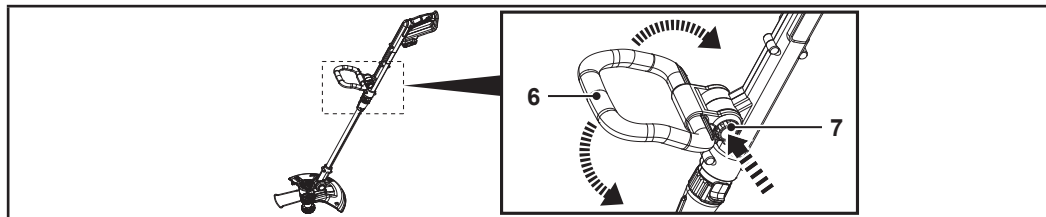

Fig. 5
1. Pressione o bloqueio da pega auxiliar (7) (Fig. 5).
2. Ajuste a pega auxiliar (6) (Fig. 5).
3. Solte o bloqueio da pega auxiliar (7).
4. Certifique-se de que a pega auxiliar (6) está bloqueada no devido lugar.